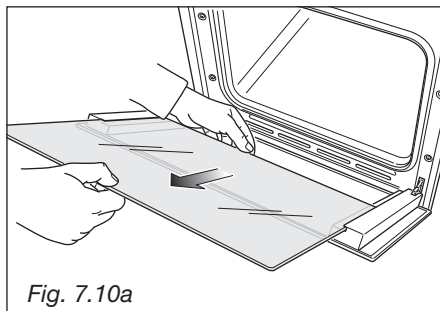

Fig. 7.10a
- Sortez en douceur la vitre intérieure (fig. 7.10a).